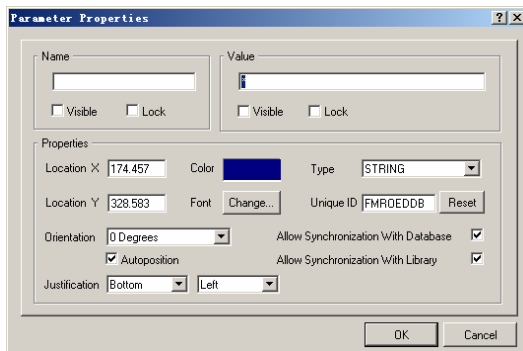

图 2.149 “Parameter Properties”对话框
(16)在“Component Properties”对话框中的“Designator”编辑框内输入“R6”,取消“Comment”编辑框右侧的“Visible”复选项的勾选状态,然后单击“Component Properties”对话框右侧的“Parameters for R6-RPot SM”列表下方的“Add”按钮,打开如图2.149所示的“Parameter Properties”对话框。